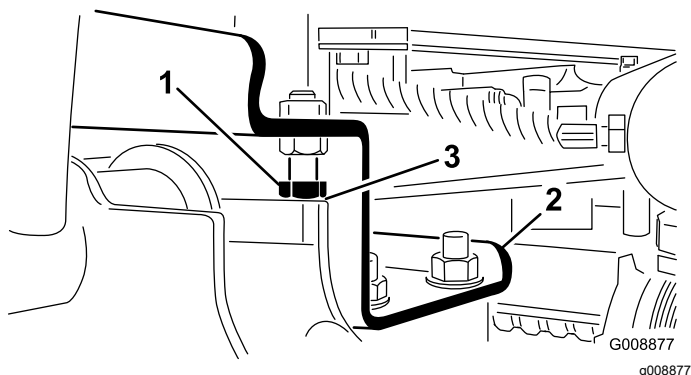

Bild 12
A. Drehen Sie die Anschlagsschrauben heraus (Bild 12).
2. Prüfen Sie, ob der Abstand zwischen jedem Hubarm und der Anschlagsschraube zwischen 0,13 und 1,02 mm liegt (Bild 12). Stellen Sie die Anschlagsschrauben ein, bis Sie den richtigen Abstand haben, wenn der Abstand davon abweicht.